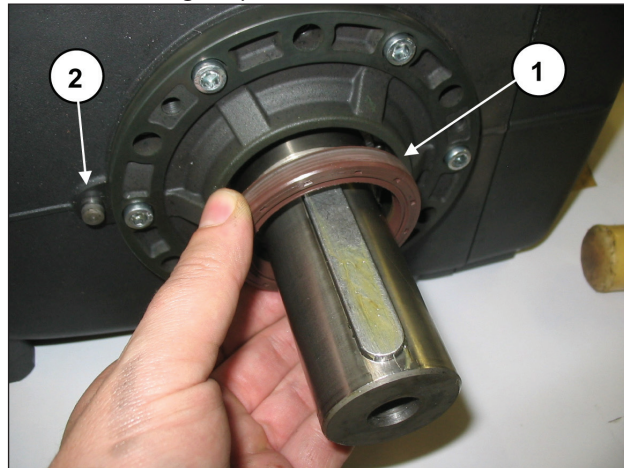

Fig. 33
Para modificar a versão aplicando o grupo de redutor onde não houver, é necessário remover a junta de óleo do eixo (Fig. 33, pos. ①) e inserir no cárter a bucha de Ø8 de referência da caixa do redutor (Fig. 33, pos. ②).
Ao modificar a versão, remova o grupo do redutor onde previsto, é necessário introduzir o anel de estanqueidade do eixo no local da cobertura lateral, usando a ferramenta cód. 27904800 (Fig. 33, pos. ①).